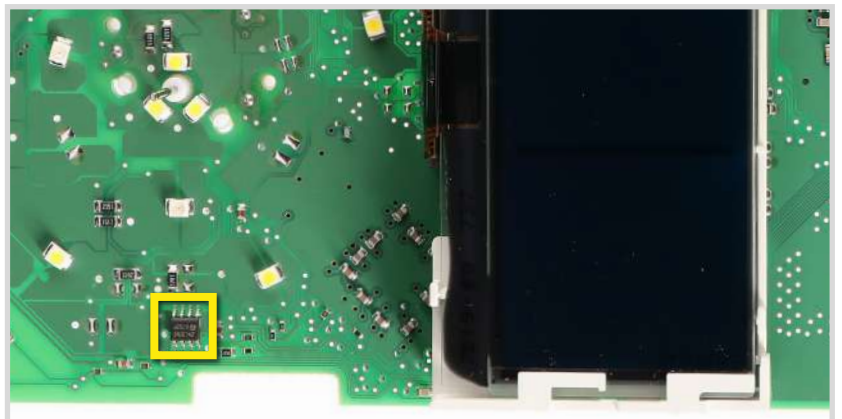

Figura 2
- Dissaldare ed effettuare il backup della EEPROM evidenziata in figura 2 (24C04 o 24C32), presente sul PCB.